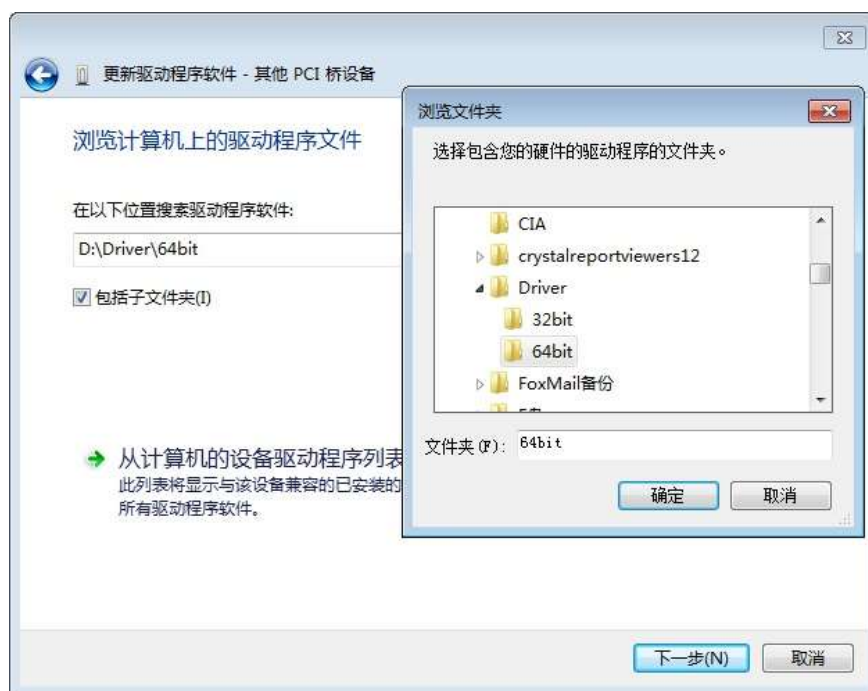

图 3-3 驱动文件路径选择窗口
3)在图 3-1 窗口选择<浏览计算机以查找驱动程序软件>,点击<下一步>,将安装路径指向驱动文件所在的文件夹,如图 3-3 所示。如 Win7、Win8 等 64 位系统选择 64 位驱动, 如为 XP、Win7 32 位系统选择 32 位驱动;
4) 在图 3-3 窗口点击<确定>按钮, 个别操作系统会有安全提示, 如图 3-4, 请选择<始终安装此驱动程序软件>, 如未弹出安全提示会弹出驱动正在安装界面, 如图 3-5 所示。安装完毕后系统会提示驱动安装成功, 如图 3-5 所示;